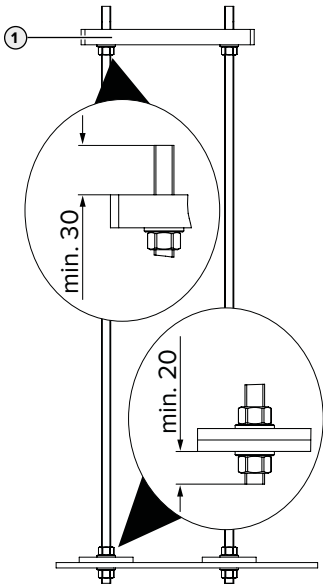

Рис. 3: Положение подкладных шайб и гаек [мм]
- ▶ Зафиксировать каждую стальную полосу одной гайкой с подкладной шайбой, см. Рис. 3. Комплект для крепления на фундаменте должен быть выверен по горизонтали.
- ▶ Соответствующую фундаментную или переходную плиту (1) (принадлежности) смонтировать на комплекте для крепления на фундаменте, см. Рис. 3.